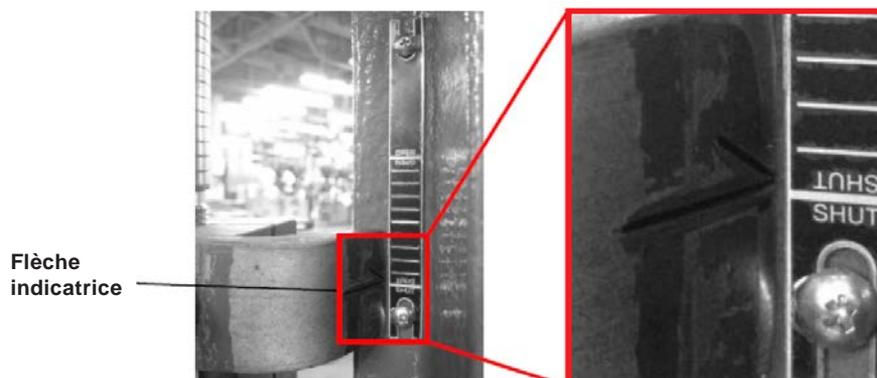

Figure 2 - Flèche indicatrice
10. Ajustez la plaque d'indicateur pour la positionner correctement, comme dans la Figure 2.